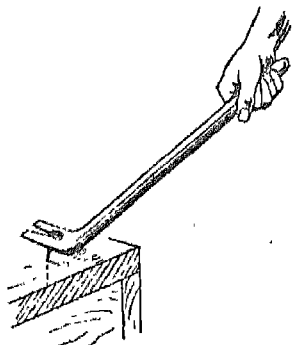

Fig. 1. — L'arrache-clou ou pied de biche : outil très commode pour déclouer une caisse.
2. Décrivez l'arrache-clou1 ou pied de biche (fig. 1). Enfoncez un clou dans une planche et expliquez comment on peut l'arracher avec l'outil précédent ? Où est la résistance, la puissance ? Si le bras de levier de la puissance est égal à 20 fois celui de la résistance, quelle force exerce-t-on sur le clou si l'on appuie avec une force de 5 kilogrammes sur la grande branche.
C'est une barre de fer dont un bout, recourbé en forme de crochet, est aminci et fendu comme un pied de biche (fig. 1). D'où le nom de pied-de-biche qui lui est parfois donné.